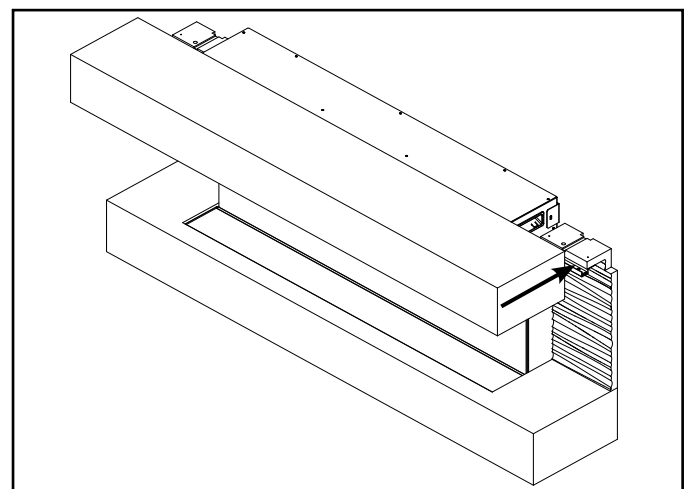

Figure 9
- Faites glisser la partie supérieure du manteau sur l'appareil. Voir la figure 9.